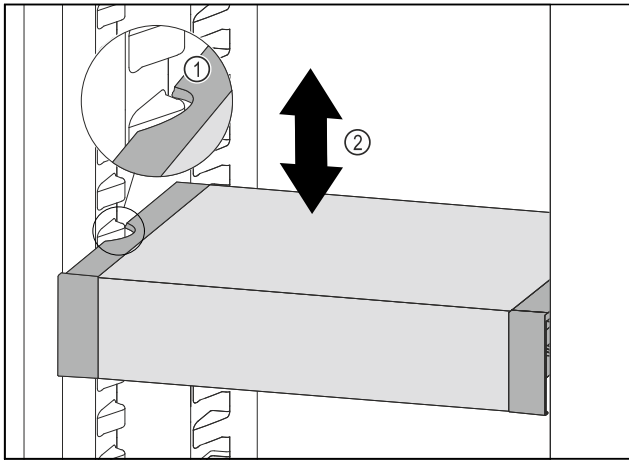

Fig. 98
- VarioSafe nach vorne ziehen, bis sich die seitlichen Aussparungen des VarioSafes auf Höhe der Behälterrippe im Kühlteil befinden. Fig. 98 (1)
- VarioSafe im Kühlteil nach oben oder unten bewegen, bis gewünschte Höhe erreicht ist. Fig. 98 (2)